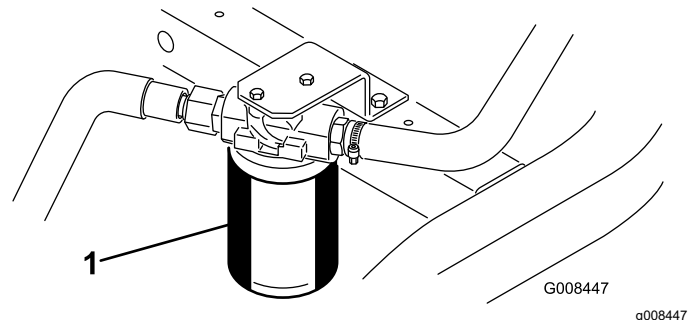

Figura 50
1. Curățați suprafața din jurul zonei de montare a filtrului (Figura 50). Aezați o tavă de golire sub filtru și îndepărtați filtrul.